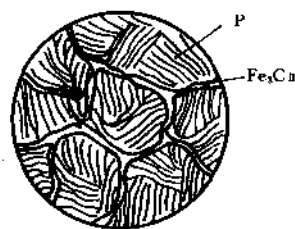

图 6-1
4. 熟练画出铁碳合金室温平衡组织示意图,正确标出各组织组成物,熟悉各种组织的特征。如:过共析钢(T12)室温平衡组织为 $P+Fe_3C$, 其组织特征是:白色网状 Fe_3C 包围在层片状 P 周围,组织示意图见图 6-1。